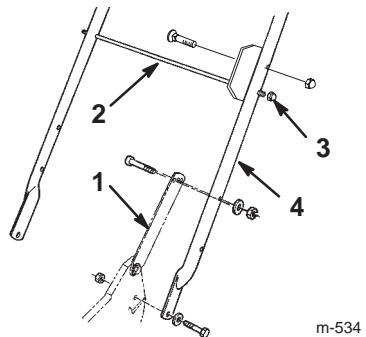

Bild 2
2. Befestigen Sie die Griffblaschen mit zwei Schrauben (5/16-18 x 1-1/2 Zoll), Scheiben und Nylon-sicherungsmuttern am Griff (Bild 2).
3. Schieben Sie die Korbstützstange durch die **oberen** Befestigungslöcher im Griff und sichern jede Seite mit einer Sicherungsmutter ab (Bild 2).